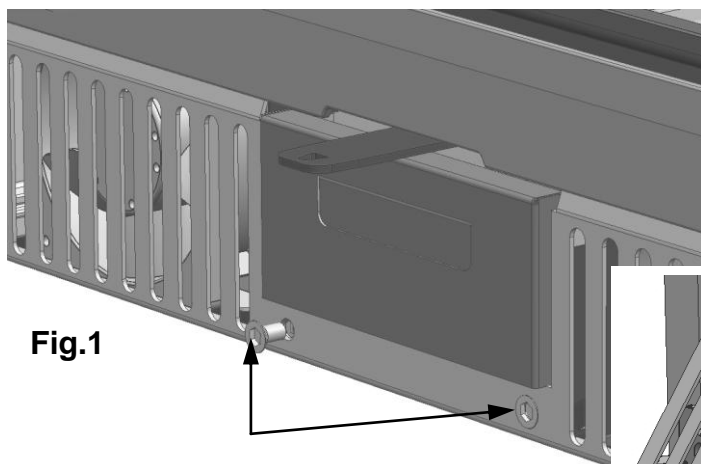
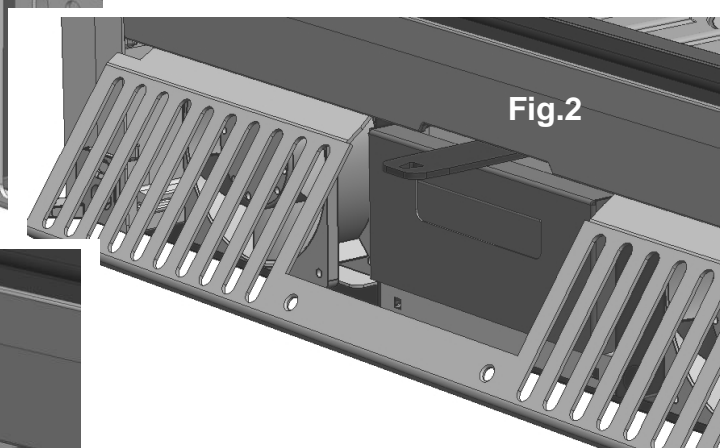

Fig.1
Fig.2
1. Togliere la grata svitando le due viti nella parte inferiore (Fig. 1 e Fig. 2).